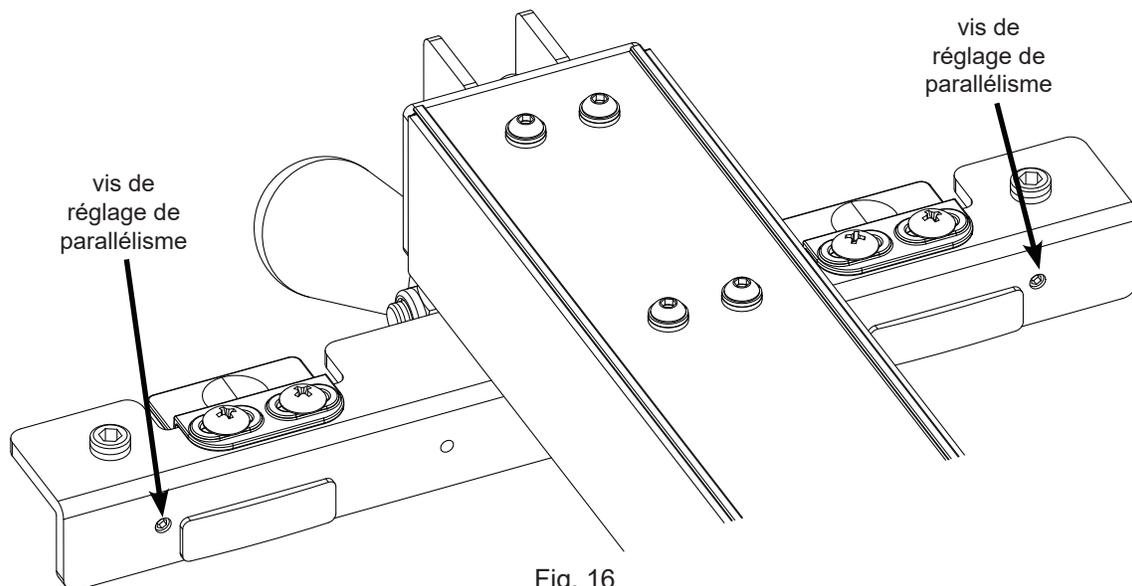
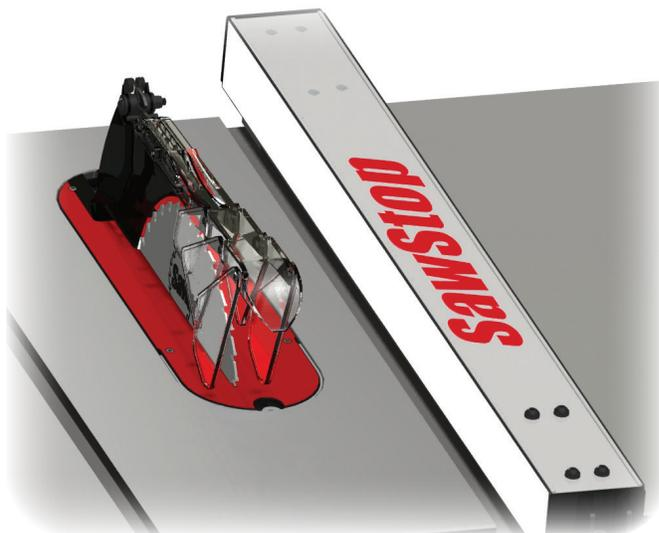

Fig. 16
Fig. 21
16. Appuyez sur la poignée pour fixer la clôture au tube principal. Si la clôture ne serre pas assez fort pour maintenir sa position contre une force modérée, vous pouvez augmenter la pression de serrage en tournant les deux vis de réglage du parallélisme dans le sens horaire à l'aide d'une clé hexagonale de 3 mm. Ces vis sont situées dans la partie verticale de la traverse de clôture (voir fig. 16). Si vous devez trop forcer pour pousser la poignée de la clôture vers le bas afin de le fixer au tube principal, vous pouvez réduire la pression de serrage en tournant les deux vis de réglage du parallélisme dans le sens antihoraire.
L'étape suivante consiste à aligner les plaques frontales de manière à ce qu'elles soient parallèles aux fentes à onglets. Commencez par faire glisser la clôture le long du tube principal jusqu'à ce que la plaque frontale gauche soit affleurée avec le bord droit de la fente d'onglet de droite. Verrouillez la poignée de la clôture et vérifiez que la plaque frontale est bien affleurée avec le bord de la fente d'onglet sur toute sa longueur (voir fig. 21). Vous pouvez vérifier cela visuellement ou en passant votre doigt le long de la plaque frontale et du bord de la fente à onglet. En cas de défaut d'alignement, vous pouvez le corriger en tournant l'une des deux vis de réglage du parallélisme dans le bord vertical de la traverse de la clôture (voir fig. 16).